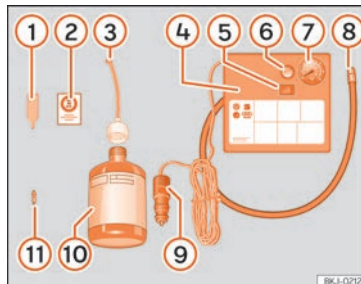

Fig. 29 Representació estàndard: contingut del joc antipunxades.
El joc antipunxades es troba en el compartiment del maleter sota el revestiment del terra. Inclou els següents components »» fig. 29: »
» fig. 29 ① per extreure l'obús. Poseu-lo en una superfície neta.
- Sacsegeu amb força l'ampolla de segellador de pneumàtics » fig. 29 ⑩.
- Enrosqueu el tub d'inflament » fig. 29 ③ a l'ampolla de segellador. El precinte de l'ampolla es trencarà automàticament.
- Traieu el tap del tub d'ompliment » fig. 29 ③ i caragoleu l'extrem obert del tub a la vàlvula del pneumàtic.
- Torneu a posar l'obús amb l'aparell » fig. 29 ① a la vàlvula del pneumàtic.
- Enrosqueu el tub d'inflament del pneumàtic del compressor » fig. 29 ⑧ a la vàlvula del pneumàtic.
- Comproveu que el caragol d'evacuació d'aire està tancat » fig. 29 ⑥.
- Fixeu el connector » fig. 29 ⑨ a la presa de corrent de 12 volts del vehicle » pàg. 107.
- Connecteu el compressor d'aire amb commutador ON/OFF » fig. 29 ⑤.
- Enganxeu l'adhesiu » fig. 29 ② al quadre d'instruments, dins del camp visual del conductor.
Torneu a enroscar el tub d'inflament » fig. 29 ⑤ i comproveu la pressió en el manòmetre ⑥.